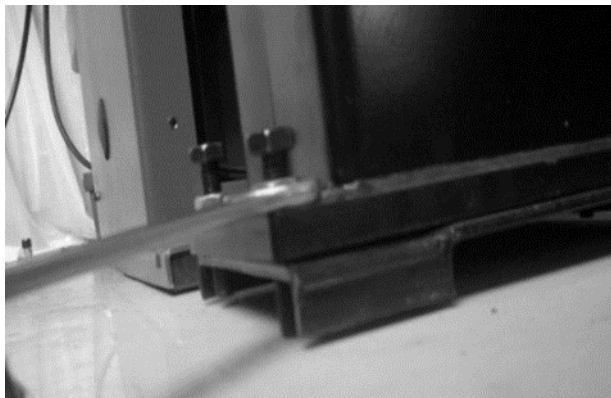

Рис. 14.10
14.1.10 Ослабьте гайку под основанием и закручивайте винт по часовой стрелке до упора (рис. 14.10), затем установите боковую панель и полку для инструментов.